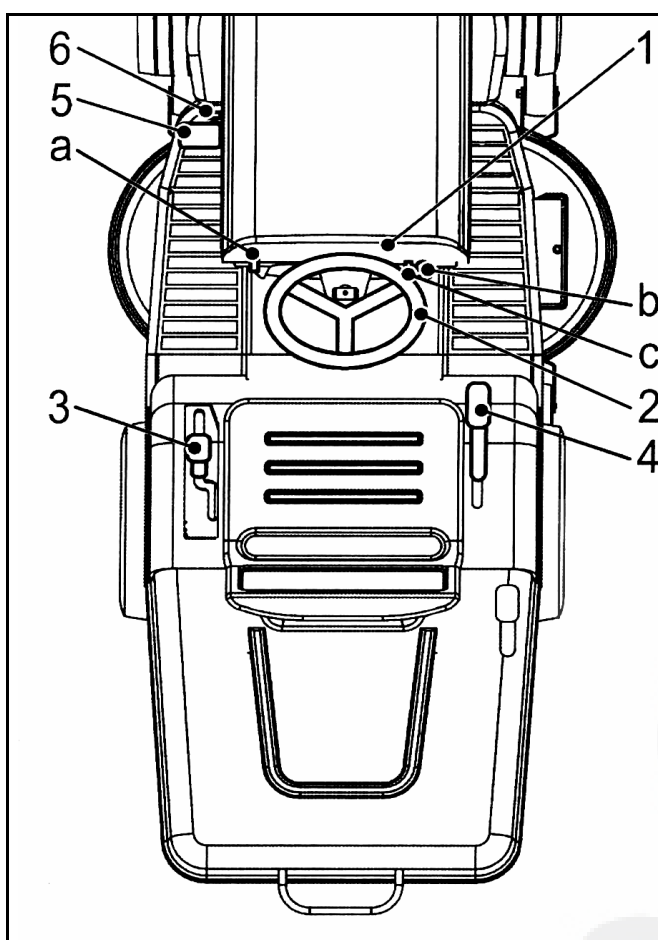

Fig. 11
BEDIENINGEN (Fig. 11)
WERKING EN BESCHRIJVING (Fig. 11)
Hendel “Starten maaien” (Fig. 11, pos.5)